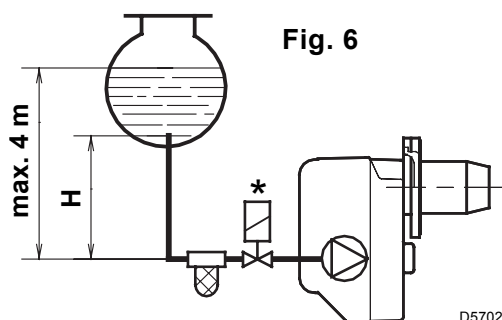
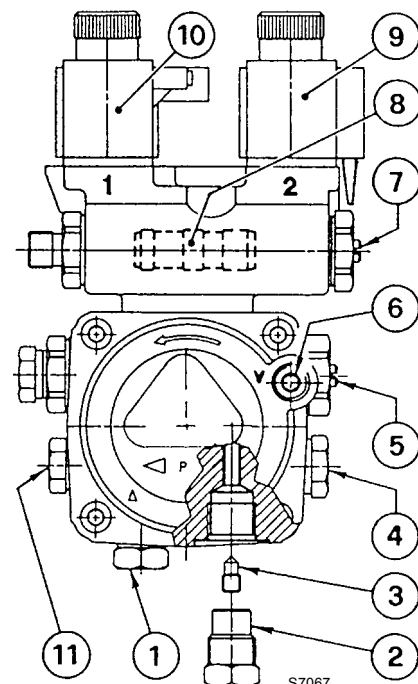

Fig. 6
Fig. 7
- La pompa è predisposta per funzionamento bitubo. Per il funzionamento monotubo è necessario svitare il dado di ritorno (2), togliere la vite di by-pass (3) e quindi riavvitare il dado (2), (vedi fig. 7).
Nell'impianto di fig. 6 è sufficiente allentare l'attacco del vacuometro (6, fig. 7) ed attendere la fuoriuscita del combustibile.